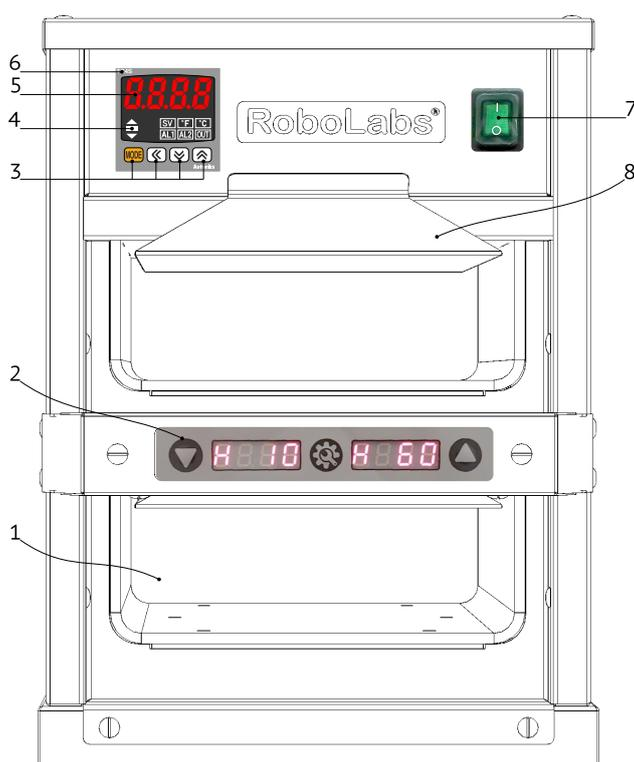

Рисунок 1
Изделие состоит из двух сквозных камер (1), установленных одна над другой, см. Рис. 1. Каждая камера выстлана плитой из алюминия, под которой вмонтированы нагревательные элементы. Каждая камера вмещает одну гастроёмкость¹ GN1/3-65. В каждой камере находятся съёмные крышки (8).